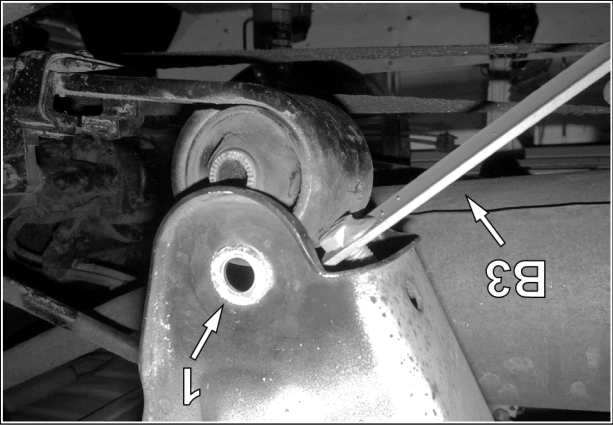

Fig. 3
4. Déboulooner la fixation avant (1) des lames de ressort de la suspension arrière. Insérer le couvert d'ancrage (B3) à l'intérieur du support de fixation avant des lames positionner le boulon de la plaque au trou supérieur du support. Voir la Fig. 3